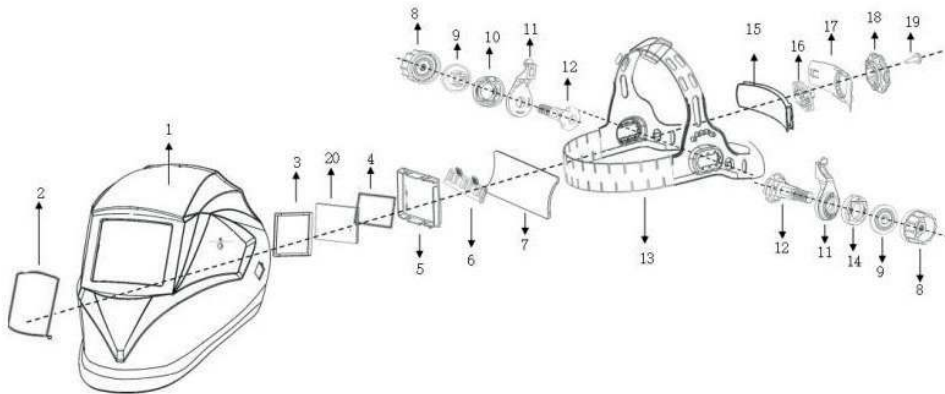

Рис. 1
- Маска может поставляться в разобранном виде. Смонтируйте маску так, как показано на схеме рис. 1.
- Регулировка наголовного крепления. Форма головы каждого человека индивидуальна. Пользова-тель может отрегулировать головной ремень верхней части оголовья (13) и ступенчатый регулятор наклона (11) (рис. 1), чтобы выбрать подходящий угол обзора и удобное крепление маски на го-лове. Для изменения периметра головного ремня необходимо повернуть регулятор (18), распо-ложенный на затылочной части крепления (рис. 1).